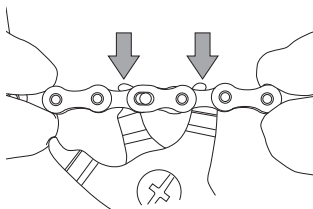

Abb.8
- Setzen Sie eine Zange zum Schließen des Steckglieds in die Innenglieder neben dem C-Link™ ein, deren Zähne eine Stärke von weniger als 1,8 mm aufweisen (Abb. 8).